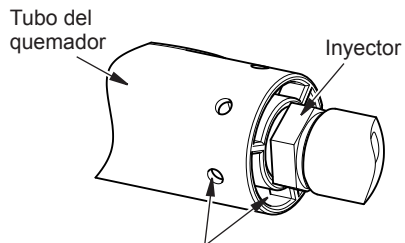

Figura 23 - Quemador y soporte del inyector
2. Inspeccione el quemador, el piloto y los orificios de entrada de aire principales del inyector en busca de polvo y suciedad (consulte Figura 23).